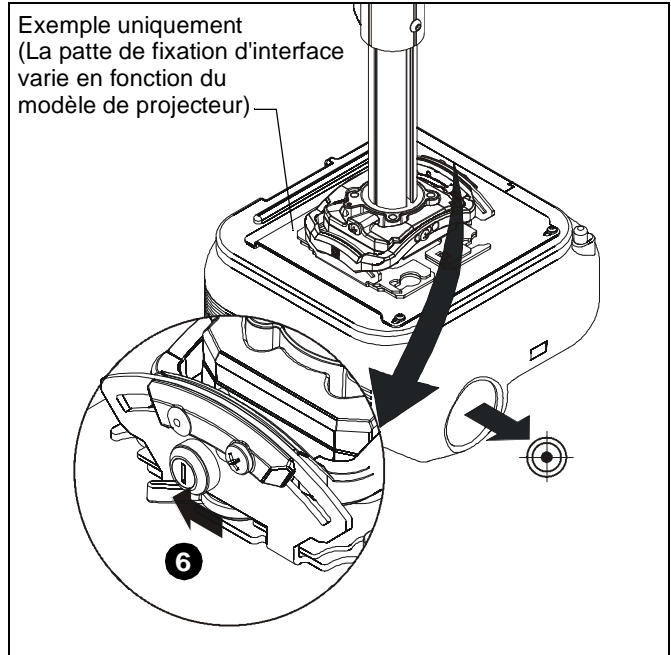

Figure 5
- Mettez le levier de verrouillage en position « verrouillé ». (See Figure 5)